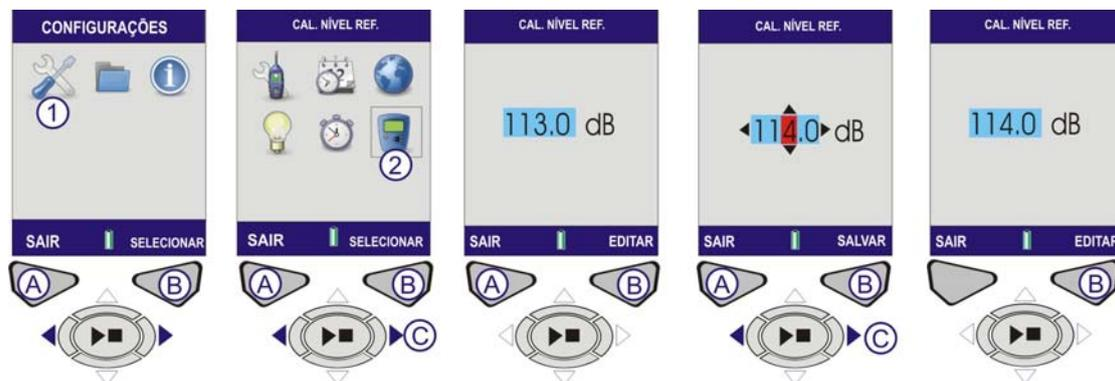

Figura 9 Nível de Referência da Calibração
G. NÍVEL REF. CAL. (Consultar a Figura 9)